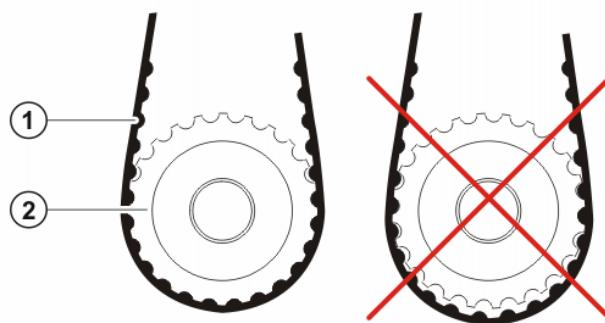

Abb. 8-5: Zahnriemen und Zahnriemenritzel
- Neuen Zahnriemen A3 einsetzen. Darauf achten, dass Zahnriemen und Zahnriemenritzel richtig ineinander greifen (>>> Abb. 8-5).